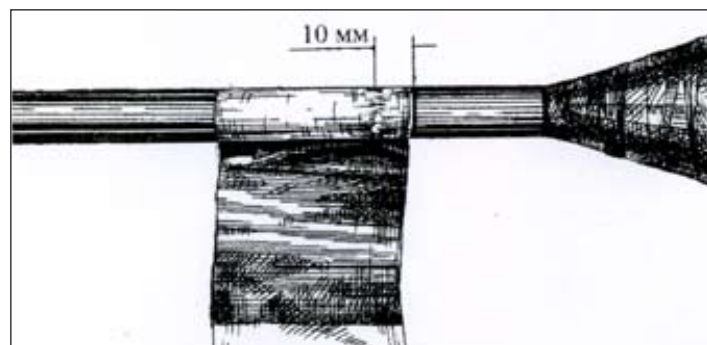

Рисунок 4.4 - Обертывание кабеля алюминиевой фольгой
**4.1.9** Затем для термической защиты кабеля рекомендуется обернуть кабель алюминиевой фольгой (100x125мм) таким образом, чтобы край фольги заходил за отметку на оболочке примерно на 10 мм ближе к муфте (рисунок 4.4).